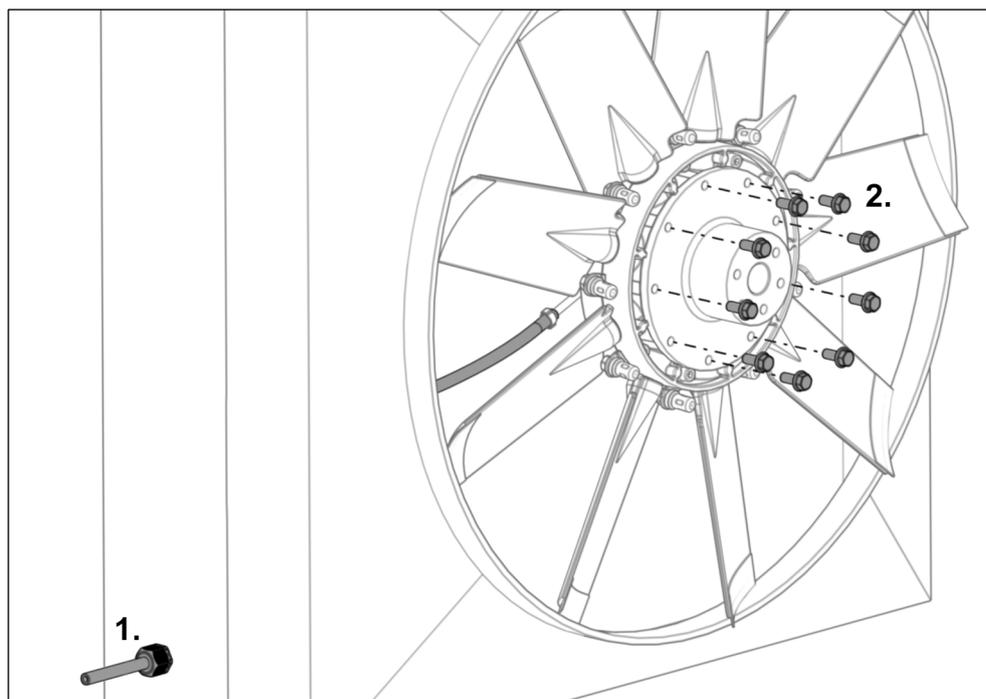

Abb. 29
- 20) Druckschlauch durch die Zugentlastung führen (siehe Abb. 29 Schritt 1).
- 22) Mitgelieferte Sperrzahnschrauben von Hand eindrehen (siehe Abb. 29 Schritt 2).